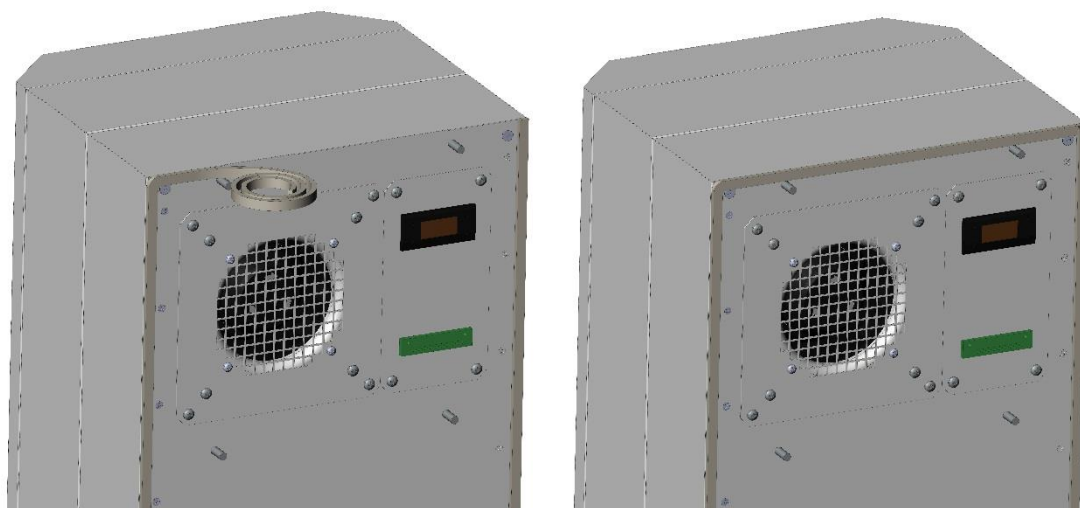

Рис. 2 Наклейка уплотнительной ленты.
4.7.1. Перед установкой ХМ на шкаф настоятельно рекомендуется приклеить уплотнительную ленту на кондиционер по периметру стенки, прилегающей к шкафу, для предотвращения подсоса наружного влажного воздуха внутрь шкафа (рис.2).